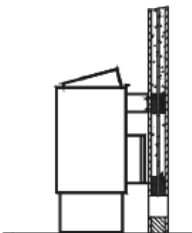

Abb. 6
4. Das Saunaheizgerät mit den Aufnahmeschlitzten der Rückwand in der Wandhalterung einhängen und an den Abstandhalter anlegen (Abb. 6).